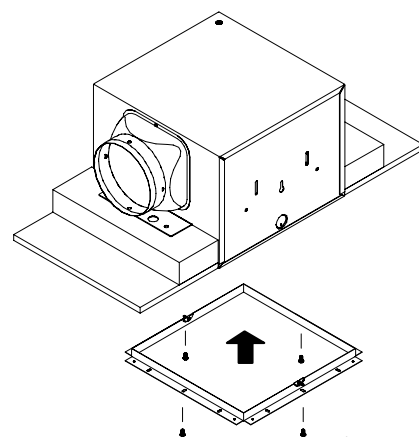

Figure 4
3. La bride de montage du plafond est fixée au carter à l'aide de 2 vis sur le côté du carter, et au plafond fini en utilisant des vis pour mur sec (fig. 4).